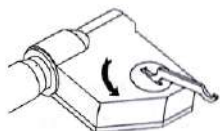

Рис. 1
- Поверните крышку батарейного отсека на 45° против часовой стрелки с помощью гаечного ключа (рис. 1), затем снимите ее.